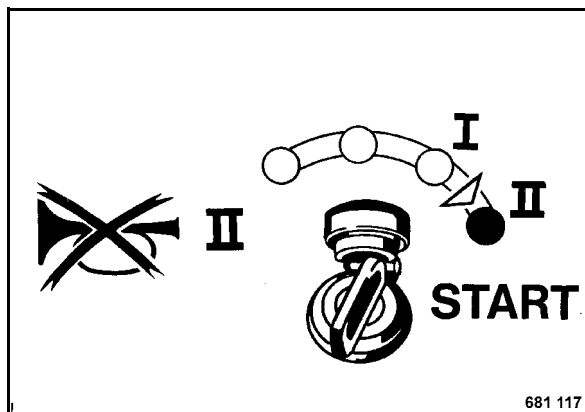

Fig. 16
- Continuar de girar la llave de encendido a posición "II"(Fig. 16); el motor arranca.